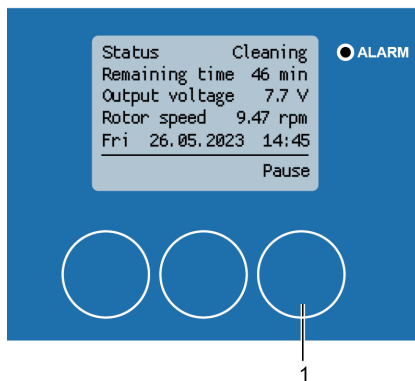

Abbildung 164: Pausieren des Reinigungsprozesses
1. Drücken Sie [Pause] (Abbildung 164/1), um den Reinigungsprozess zu unterbrechen.